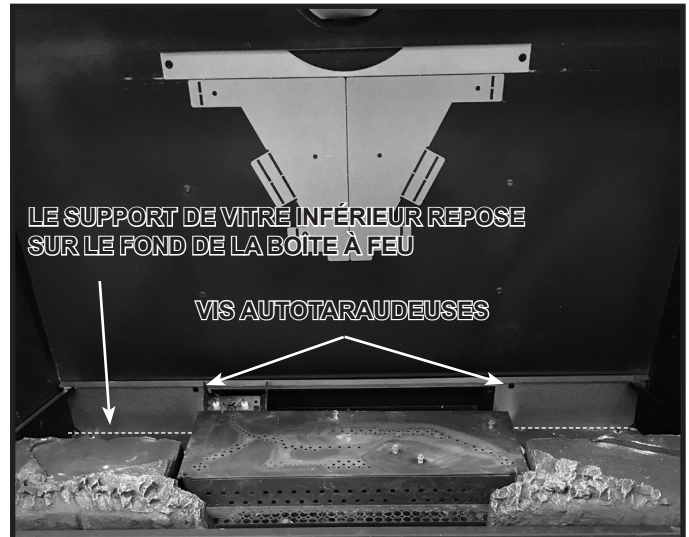

Figure 11.9 Support de vitre arrière inférieur installé
2. Retirez le support de vitre arrière inférieur de l'arrière de la boîte à feu en tirant vers l'avant sur le bord supérieur pour le libérer. Voir la figure 11.8. Pliez les éléments de pliage à main « vers le haut » à environ 45 degrés et installez le support inférieur arrière de la vitre en utilisant les vis autoperceuses du sac du manuel. Le support doit reposer sur le fond de la boîte à feu. Voir les figures 11.9 et 11.10.